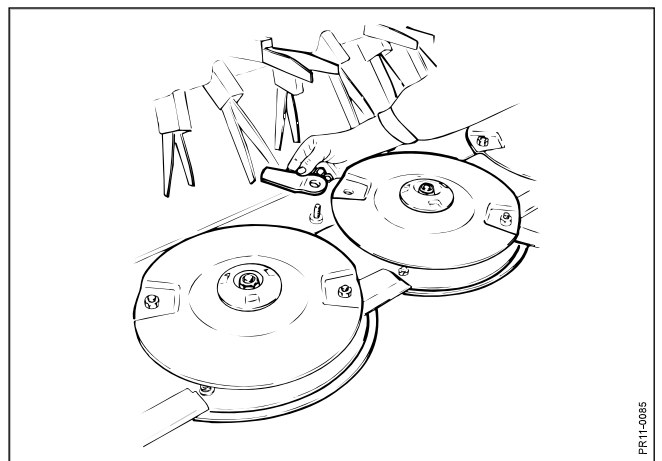

Fig. 5-9
- Fig. 5-9 For at opnå tilfredsstillende afhøstning, er det vigtigt, at knive og modskær er i orden og skarpe. Knivskift foretages ved at afmontere knivbolten og trække denne neden ud af skiven. Dette kan lettest ske, når kniven er i forrest stilling, så bolten kan falde ud gennem hullet i stenbeskytteren. Den gamle kniv fjernes og den nye monteres sammen med knivbolten.